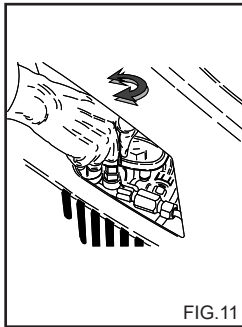

FIG.11
**Dieses Kapitel bezieht sich nur auf die Modelle, die über einen "Druckregulierer" verfügen.** Mit dieser Vorrichtung (Fig.11) kann man den Betriebsdruck regulieren. Wenn man den Drehschalter C entgegen dem Uhrzeigersinn dreht (B) (Minimum) wird der Betriebsdruck verringert.